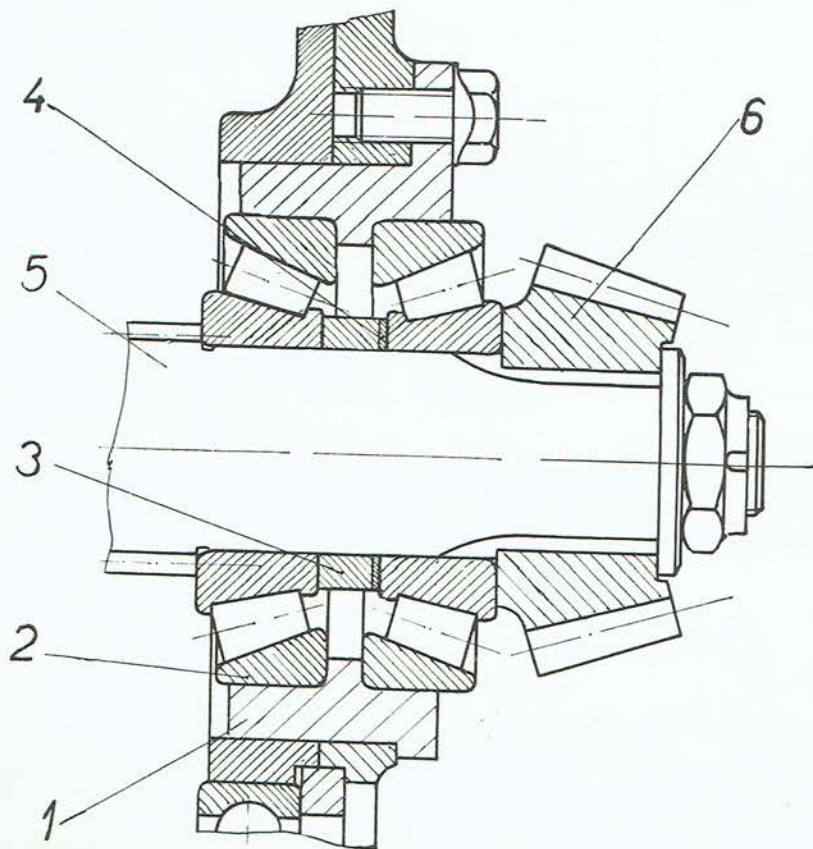

Abb. 107
- In die Buchse (Abb. 107/1) sind die Aussenringe (Abb. 107/2) einzupressen und das Kegelrollenlager 30308 (30307, 30309), der Distanzring (Abb.
107/3) und ein zweites Kegelrollenlager 30308 (30307, 30309) einzulegen; die Lager sind mit einer Presse einzupressen und man versuche, mit der Buchse zu drehen. Falls sich die Buchse schwer drehen lässt, muss zwischen das Lager zum Distanzring eine Distanzunterlagscheibe (Abb. 107/4) eingelegt werden.
- Die Buchse mit richtig eingestellten Lagern ist auf die Ritzelwelle (Abb. 107/5) aufzupressen, der Ritzel (Abb. 107/6) in die Nuten einzuschieben und eine Unterlagscheibe aufzulegen. Die angeschraubte Kronenmutter M 20×1,5 ist mit einem Splint zu sichern.
2. Die Buchse (Abb. 107/1) ist so aufzusetzen, dass die Öffnungen im Buchsenflansch sich mit den Öffnungen in der Rückenwand des Haupttriebekastens decken. Dann ist diese an den Haupttriebekasten anzuschrauben.